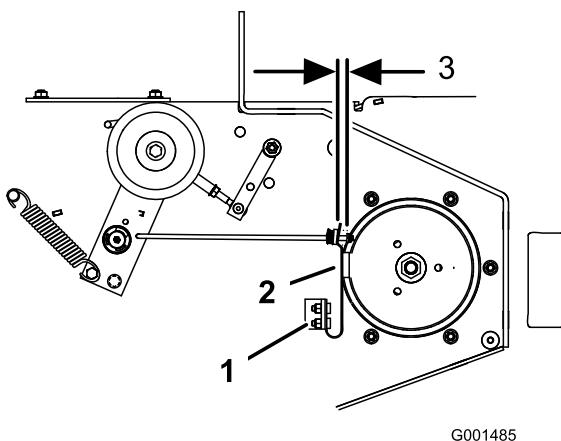

Figure 59
- Le cas échéant, ajustez les boulons de fixation de ressort de sorte que la plaque de frein de lame frotte contre les deux côtés de la gorge de la poulie (Figure 59).
- Ajustez l'écrou à l'extrémité de la tige de frein jusqu'à ce que l'écrou et l'entretoise soient espacés de 3 à 5 mm (1/8 à 3/16 po) (Figure 59).